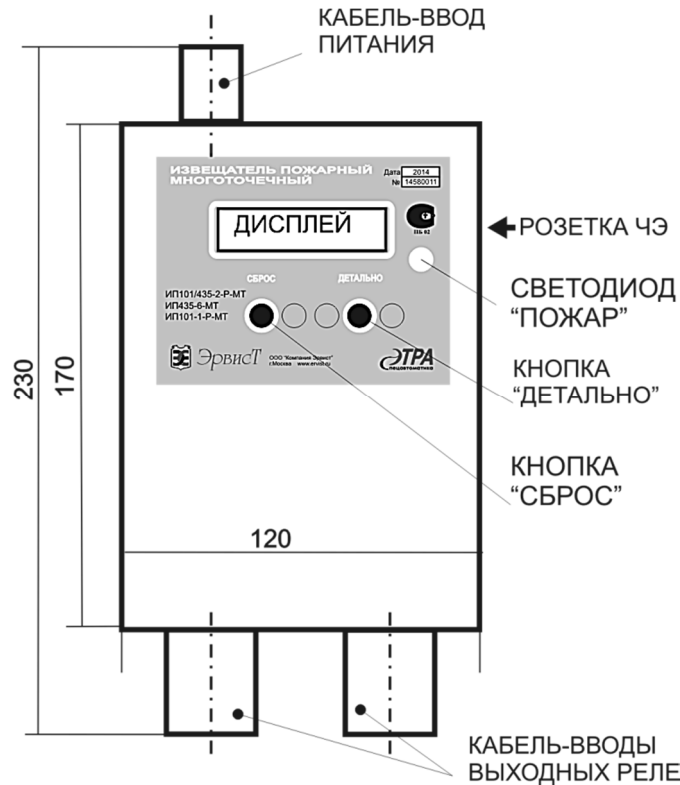

Рис.6. Габариты блока обработки и расположение подключений к БО.
4.2. Габариты и расположение подключений, органов индикации БО показаны на рис.6.